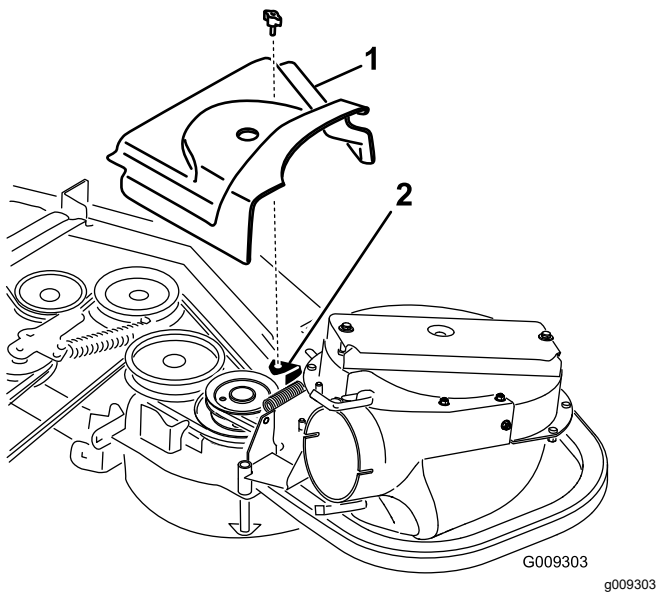

Figure 31
2. Montez le nouveau protège-courroie de sorte que les crans situés de chaque côté passent par-dessus les supports du capot et fermez le verrou (Figure 30 ou Figure 31).